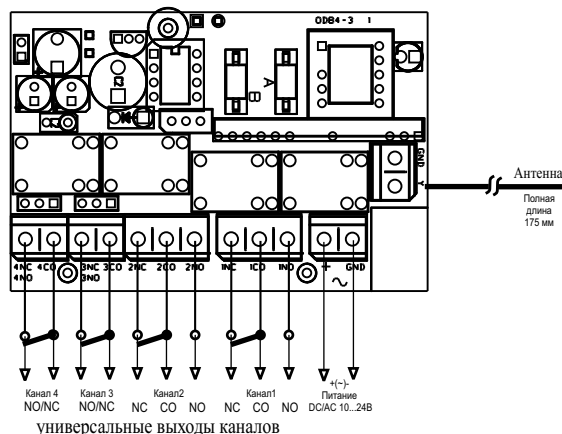
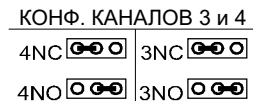

Рис. 1. Модуль приемника ZSP-4B.
Рис. 4. Конфигурация режима работы 3 и 4 выхода приемника ZSP-4B
- Внутри имеется непосредственный доступ до кнопок блока питания приемника, зажимов канала 1 и 2 и до зажимов антенны (рис.1).
Каналы 1 и 2 приемника имеют три зажима: NO (нормально открытый) NC (нормально закрытый) и CO (совместный зажим). Эти зажимы являются выходами контактов реле (рис.1). Максимальная нагрузочная способность контактов реле каналов от 1 до 3 составляет 1А/24В DC(AC). Нагрузочная способность контакта канала 4, это 5А/24В DC(AC). Каналы 3 и 4 приемника ограничены до двух зажимов в каждом. Режим их работы NC или NO устанавливается при помощи переключателей, расположенных на плитке приемника (рис.4).